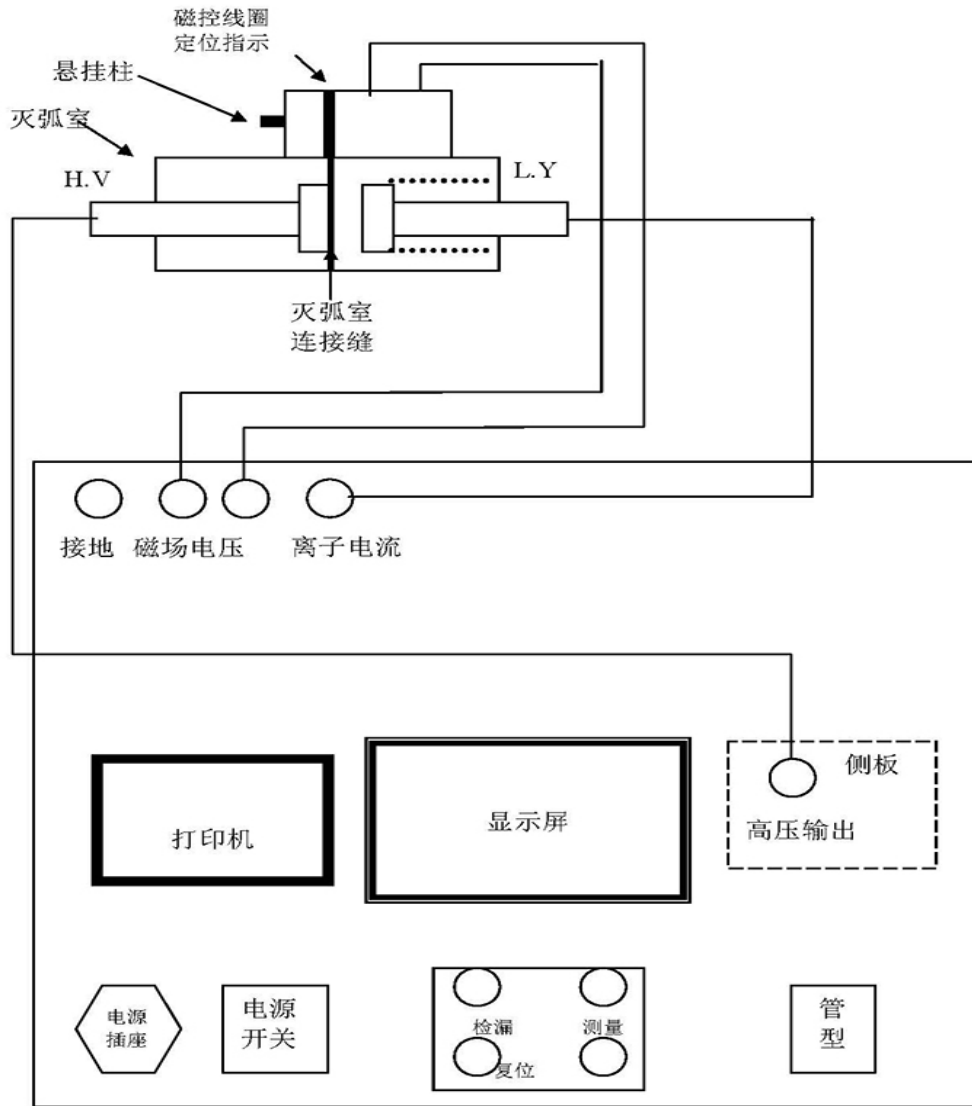

图 2 DZK-S 真空开关真空度测试仪
仪器面板如图 2 所示，检漏键用于对真空管真空度进行初步的判断，测量键用于施加高压及强电磁场对真空管真空度进行定量测试。在仪器背板上左边有一个高压输出端子，可用高压线连到真空
(1) 将真空弧室开距，并清洁其表面，然后按图 2 所示悬挂好励磁线圈，并连接好连线，并通过拨码开关输入灭弧室管型。